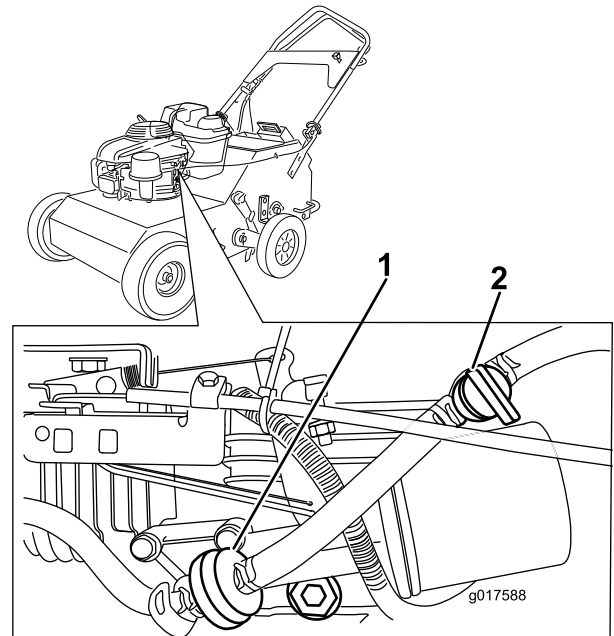

Figura 24
4. Coloque una pinza en cada lado del filtro de combustible (Figura 24) para evitar fugas de combustible al retirar el filtro.
5. Apriete los extremos de las abrazaderas y deslícelas por el tubo alejándolas del filtro (Figura 24).
7. Instale un filtro nuevo y acerque las abrazaderas al filtro (Figura 24).